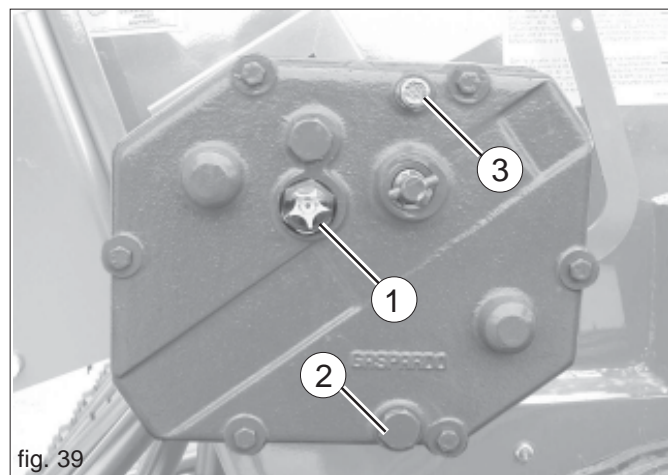

fig. 39
- Verificar el nivel del aceite en la caja del cambio, eventualmente restablecerlo hasta alcanzar el nivel (1 Fig. 39); al efectuarse el restablecimiento, tener cuidado de utilizar el mismo tipo de aceite (ACER 22).
- Tapón de desague del aceite, 2 Fig. 39;
- Tapón de carga del aceite, 3 Fig. 39.